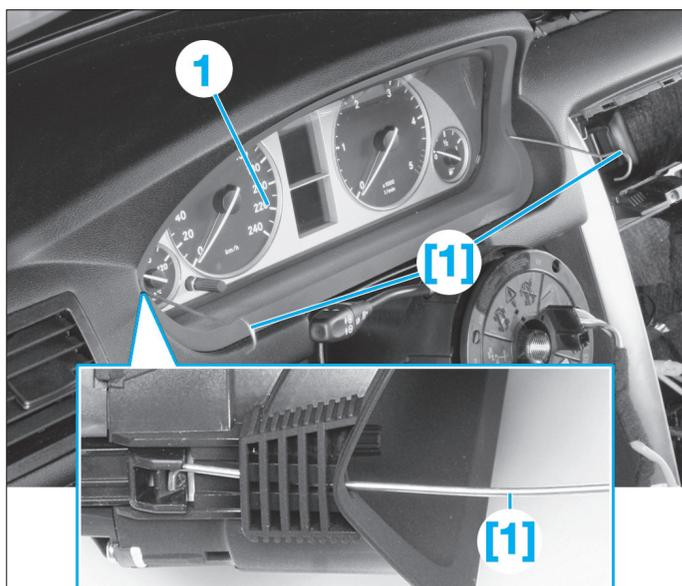

FIG. 19
- Introduire les outils [1] d'environ 40 mm (**Fig.19**).